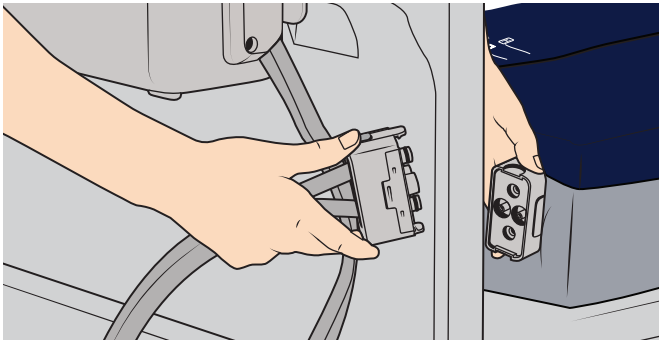

Figura 16
1. Localice el conector del piecero del colchón y sáquelo ligeramente del bolsillo. Consulte la Figura 16